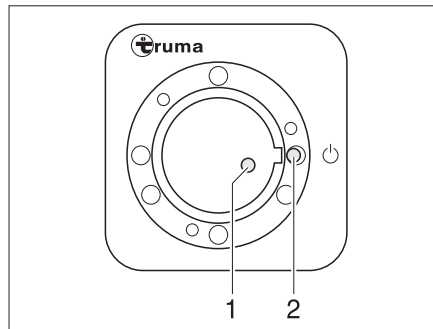
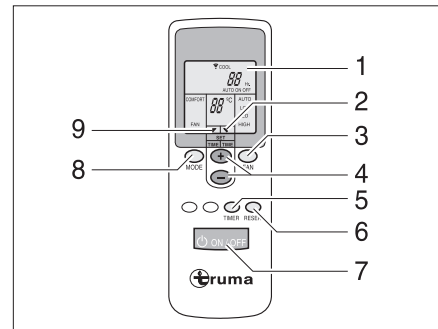

Fig. 191 Receptor
Fig. 192 Mando a distancia
El mando a distancia (Fig. 192) y el receptor (Fig. 191) para la instalación de aire acondicionado se encuentran en la zona de la cocina.
- Conectar el mando a distancia por medio del interruptor (Fig. 192,7). La luz de control verde (Fig. 191,1) indica el funcionamiento de refrigeración.
- Ajustar el modo de funcionamiento deseado con la tecla (Fig. 192,8).
- De ser necesario, ajustar la potencia del ventilador y la temperatura ambiente deseadas con las teclas (Fig. 192,3 y 4). La flecha (Fig. 192,9) indica el modo de ajuste seleccionado.
- ▷ En el receptor se encuentra un pulsador interruptor adicional (Fig. 191,2) con el cual la instalación de aire acondicionado también se puede desconectar o conectar sin mando a distancia. En caso de que se conecte la instalación de aire acondicionado por medio de este pulsador interruptor, automáticamente se seleccionará el último modo de funcionamiento ajustado en el mando a distancia.
- Para desconectar, volver a pulsar la tecla (Fig. 192,7) del mando a distancia.
- Para la programación, conectar la instalación de aire acondicionado con la tecla (Fig. 192,7) del mando a distancia.
- Ajustar el modo de funcionamiento y la temperatura ambiente deseados con las teclas (Fig. 192,8, 3 y 4).
- Seleccionar la función deseada (Fig. 192,1) con la tecla (Fig. 192,5):
- Seleccionar el tiempo de conmutación deseado (de 1 a 15 horas) con las teclas (Fig. 192,4). La flecha (Fig. 192,2) parpadea e indica el modo de ajuste seleccionado.
- ▷ Con la tecla (Fig. 192,6) se realizan transmisiones repetidas de los ajustes del mando a distancia al emisor.